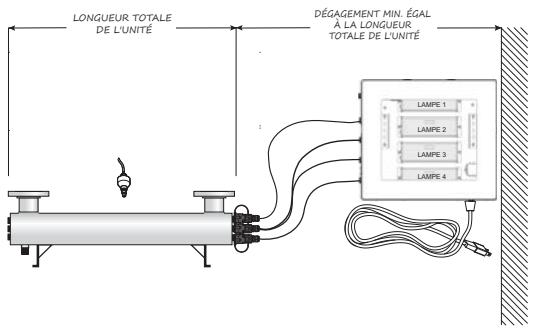

Figure 2 Système de désinfection
- Figure 2** décrit l'installation d'un système de désinfection et des composants connexes qui peuvent être utilisés pour l'installation. L'utilisation d'un ensemble de dérivation est recommandée dans le cas où le système nécessite une maintenance « hors ligne ». Dans ce cas, notez que le système nécessite une désinfection supplémentaire pour le système de distribution si de l'eau est utilisée pendant la dérivation. De plus, pendant la dérivation, l'eau NE sera PAS désinfectée et une étiquette « NE PAS CONSOMMER L'EAU » doit physiquement être installée sur l'ensemble de dérivation jusqu'à ce que le système soit assaini et à nouveau en service. Pour plus d'informations, consultez notre procédure de désinfection, Section 3.1. Si l'eau doit être consommée pendant que le système est hors ligne, l'eau doit être bouillie pendant deux minutes avant d'être consommée.
- Sélectionner un emplacement approprié pour le système de désinfection et ses composants connexes. Étant donné qu'il est recommandé d'installer un DFT, assurez-vous qu'il est pris en compte avant l'installation. Le système doit être installé horizontalement, consultez la Figure 2. Lorsque vous sélectionnez un emplacement de montage, vous devez laisser suffisamment d'espace pour permettre la dépose des lampes UV/des manchons en quartz (on laisse habituellement un espace équivalent à la taille du caisson de réacteur lui-même).